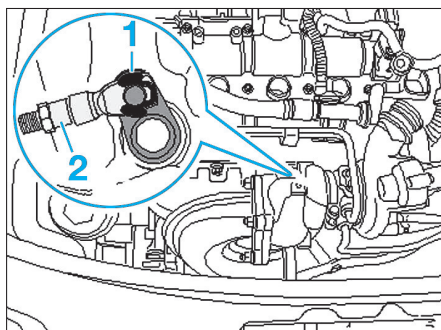

Fig. 58
- Dégager l'agrafe (1) en faisant levier et retirer la tringle de commande (2) (Fig.58).